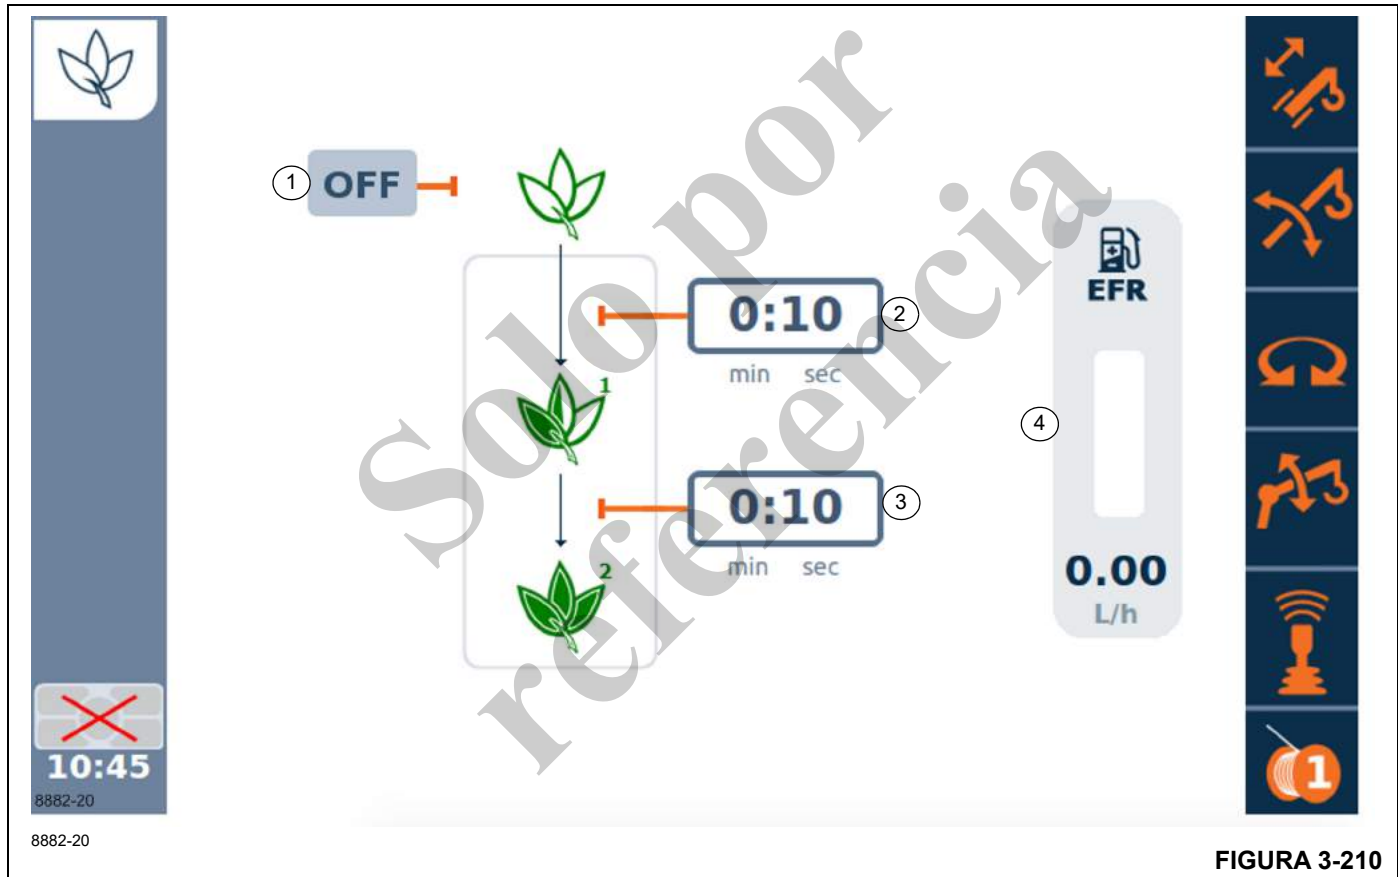

FIGURA 3-210
El botón OFF (desactivado) (1), (Figura 3-210), habilita/inhabilita el modo ECO. Cuando se desactiva, no hay reducción de la velocidad del motor (rpm). La velocidad del motor es afectada por el interruptor de aumento/reducción y por el pedal de acelerador.